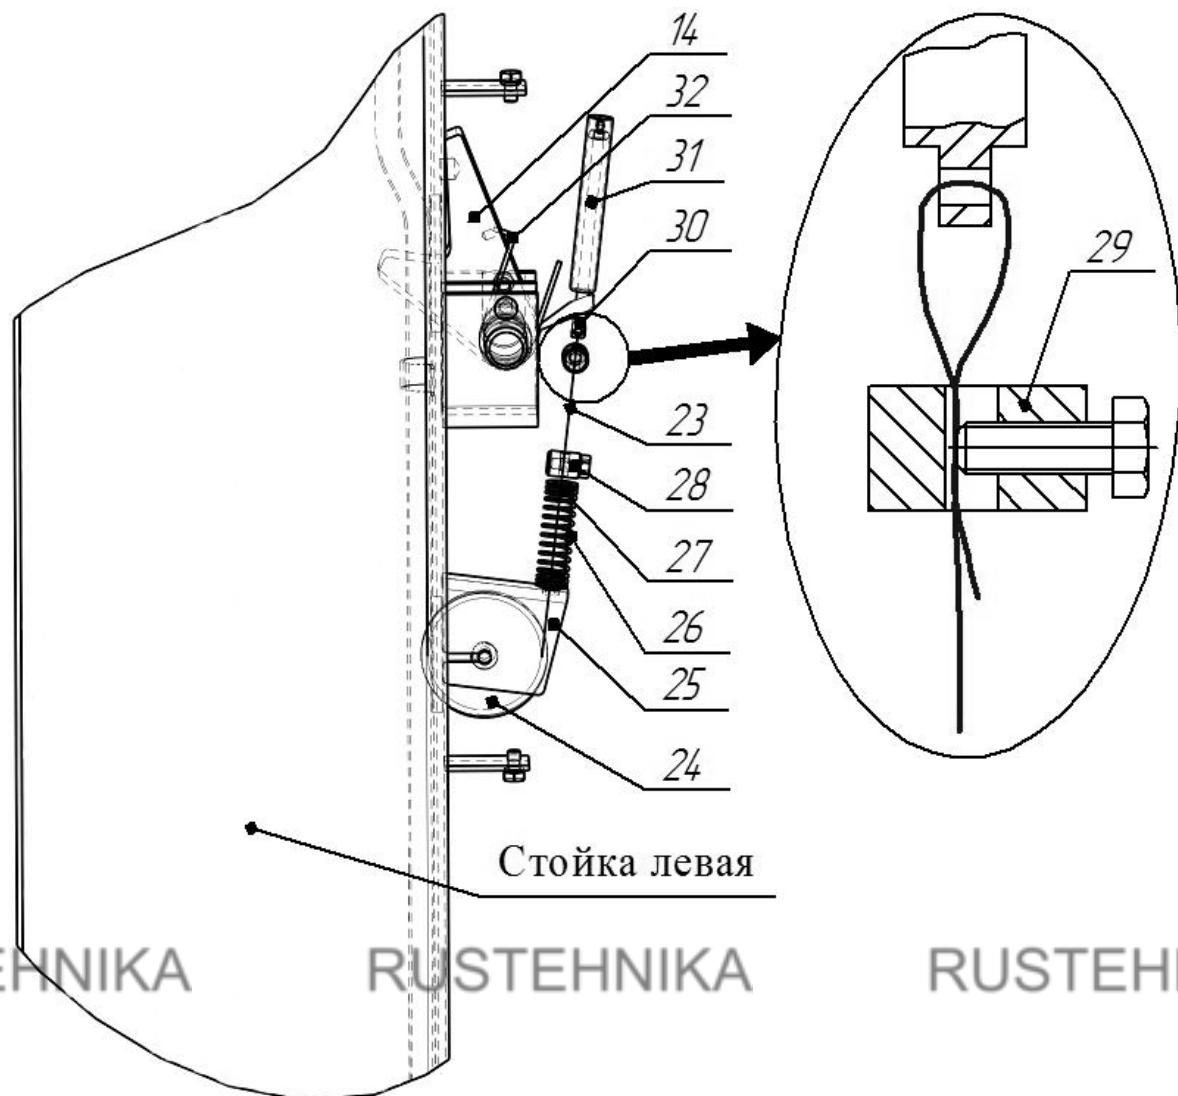

Рисунок 6.4 - Система стопорения кареток
6.6 Установить тросик системы стопорения (рисунок 6.4). Для этого снять крышку, закрывающую стопор-защелку 14 на левой стойке 2, отвернув два винта М6x10. Тросик 23 системы стопорения, закрепленный на правой стойке 1 (с насосной станцией 15), протянуть через блоки, направляющие трубы в перекладине 3 к стойки левой 2 и вывести через блок 24 и отверстие в кронштейне 25 наружу. На свободный конец тросика надеть пружину 26 со втулками 27, выбрать слабину тросика и затянуть зажим 28, с помощью болта М6x10.